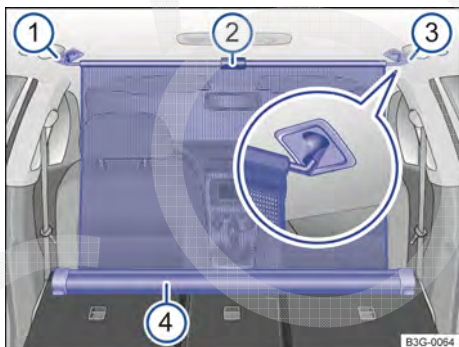

Fig. 241 No compartimento de bagagens: rede divisória encaixada com encostos do banco traseiro dobrados para frente.
- Tirar a rede divisória com a tira → Fig. 241 ② da carcaça → Fig. 241 ④, puxando-a para cima.
- Prender a rede divisória no lado direito → Fig. 241 ③ (lupa).
- Prender a rede divisória no lado esquerdo, comprimindo a barra transversal no alojamento → Fig. 241 ①.
A rede divisória estará fixada corretamente se as extremidades em forma de T estiverem seguramente presas nos respectivos alojamentos → Fig. 241 ③ e ①.
- Conduzir a rede divisória totalmente para baixo para a carcaça → Fig. 241 ④.